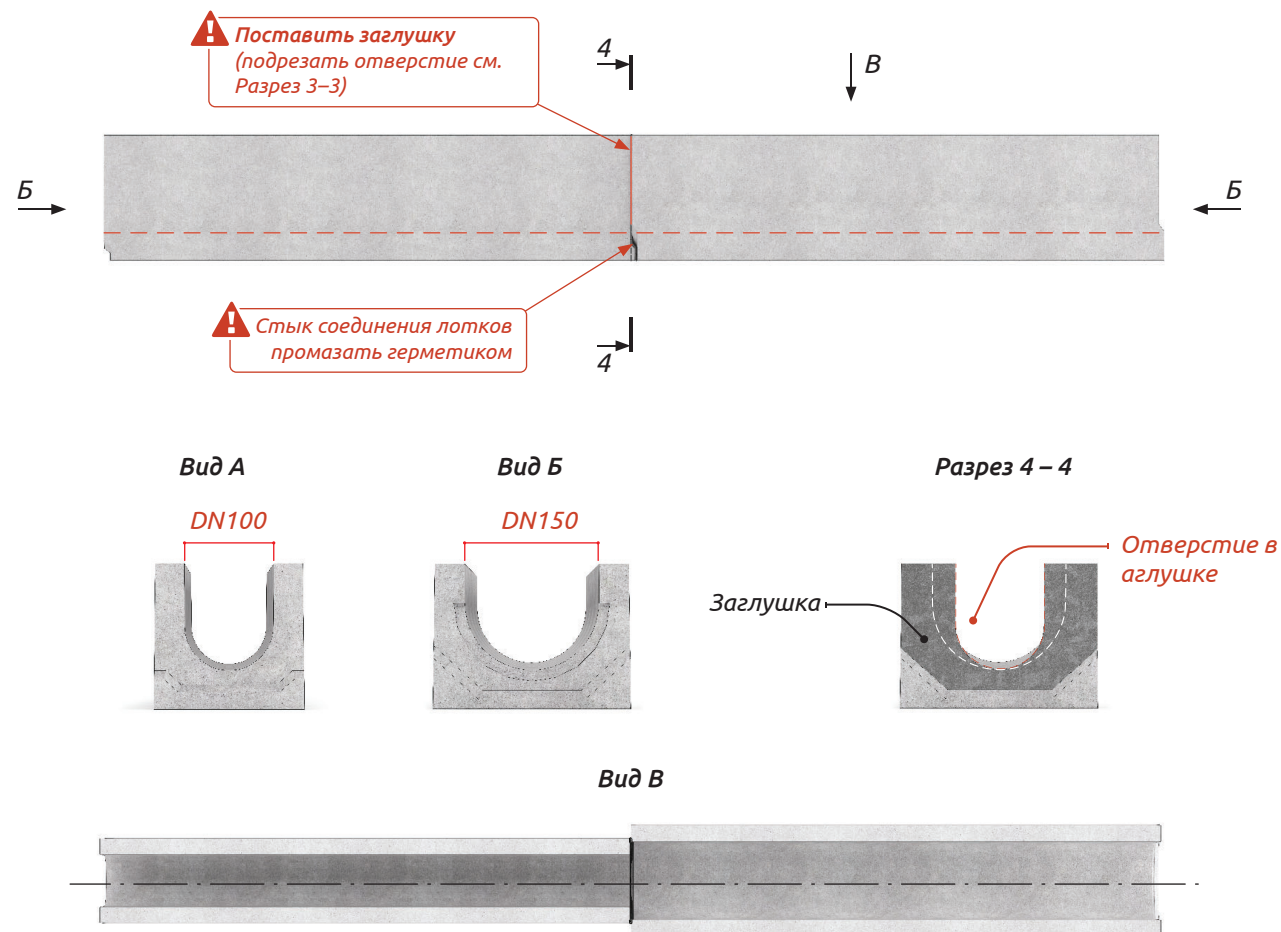

Рис.14. Соединение лотков **СТИЛОТ** с разной внутренней шириной (DN).
При необходимости соединения лотков с разной внутренней шириной (DN) в одну линию применяется следующая технология (Рис.14):